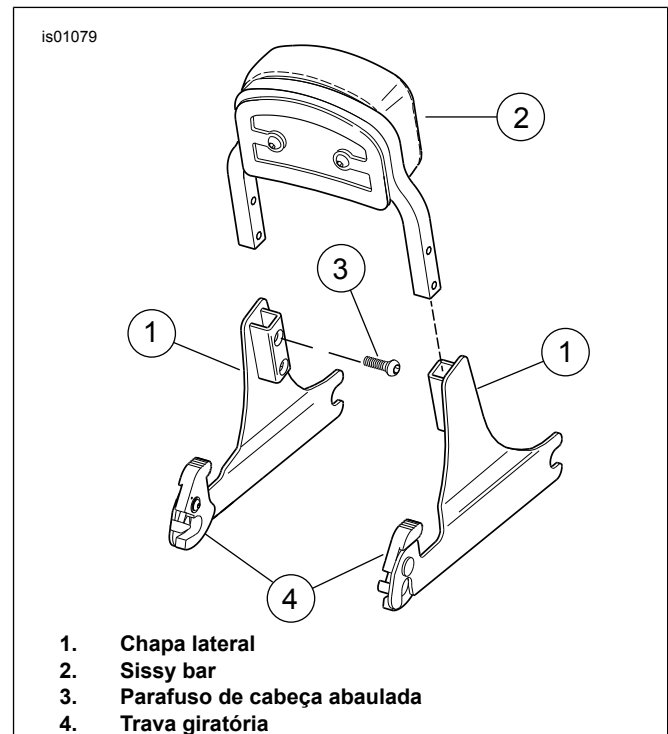

Figura 1. Conjunto da chapa lateral da sissy bar removível
Veja a Figura 1. Instale a sissy bar nova ou existente (2) nas chapas laterais removíveis (1) usando os quatro parafusos de cabeça abaulada (3). Aplique Loctite® 262 (vermelho) nos parafusos antes da instalação. Aperte os parafusos com torque de 11–14 N·m (96–120 in-lbs).